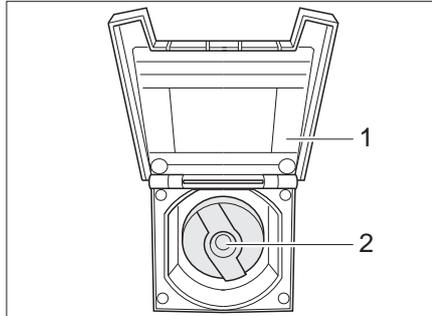

Bild 252 Verschlussdeckel für Trinkwasser-Einfüllstutzen
- Abdeckklappe (Bild 252,1) zum Trinkwasser-Einfüllstutzen öffnen.
- Schlüssel in Schließzylinder (Bild 252,2) stecken und eine viertel Umdrehung entgegen dem Uhrzeigersinn drehen.
- Trinkwasser-Einfüllstutzen (Bild 252) öffnen.